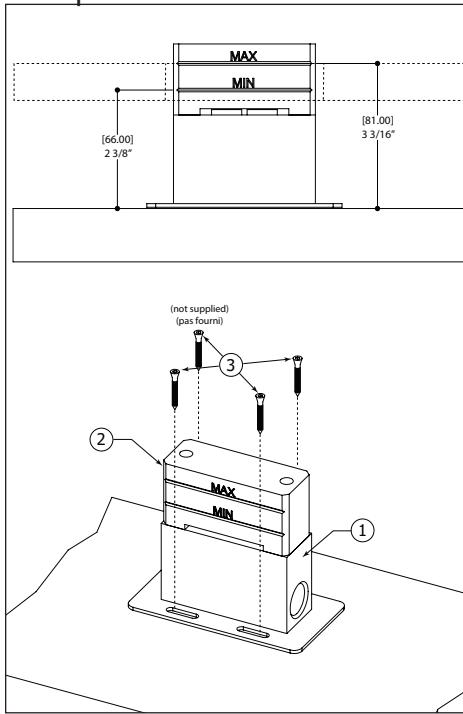

Fig.1
For correct installation, see the fig. 1 to define the min/max to install the rough. After that, fix it on sub-floor with four screws (3) (not supplied). Then connect your supply pipes, complete the floor installations, when you are ready to install the faucet, remove the plastic component (2).
Pour que l'installation soit correcte, voir la fig. 1 pour définir le min/max à utiliser pour installer le rough. Après, le fixer le sur le plancher avec les 4 vis (pas fournies). Ensuite, connectez les tuyaux d'alimentation, compléter les installations, et quand vous êtes prêt à installer le robinet, enlever le composant en plastique